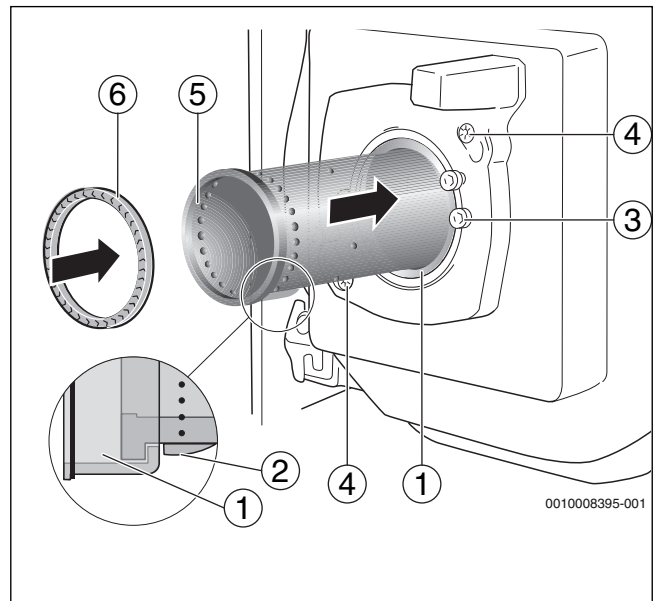

Fig. 40 Remplacer la tuyère de brûleur
- ▶ Insérer la tuyère du brûleur (→ fig. 40, [5]) dans le support de tuyau. Pour cela, faire passer la tuyère du brûleur par le guide (→ fig. 40, [2]) jusqu'à la butée du support de tuyau. Le nez de la tuyère du brûleur doit être dirigé vers le bas et s'enclencher (→ fig. 40, [loupe]).
- ▶ Mettre en place un nouveau joint (→ fig. 40, [6]).
- ▶ Avant le montage du brûleur, vérifier le joint (→ fig. 40, [6], page 22) entre le système de mélange et la tuyère du brûleur.
- ▶ Insérer le joint (→ fig. 40, [6], page 22) dans la tuyère du brûleur.
- ▶ Poser le brûleur sur les deux vis de la bride du brûleur (→ fig. 40, [4], page 22).
- ▶ Effectuer une rotation à gauche jusqu'à la butée et resserrer les vis de fixation (→ fig. 40, [4], page 22).